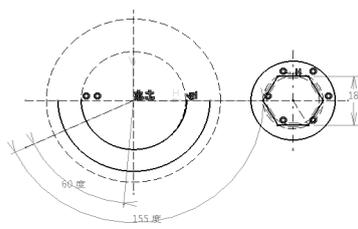

图 5-136
- 单击“直线”按钮，绘制两条直线再转换为构造线，如图5-136所示。